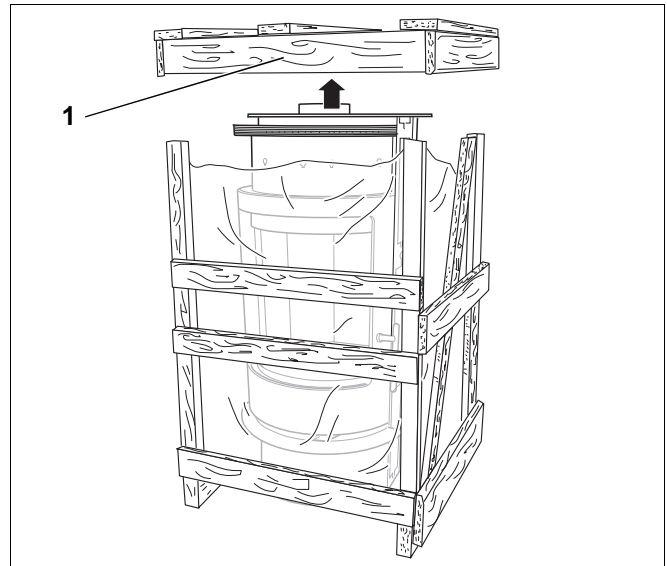

Abb. 5 Kaminofen aufstellen
- Deckel des Holzverschlages (Abb. 5, **Pos. 1**) abnehmen.
- Der Kaminofen ist auf der Unterseite der Palette gesichert. 2 Muttern im Innenraum des Kaminofens (Abb. 5, **Pos. 1**) lösen.